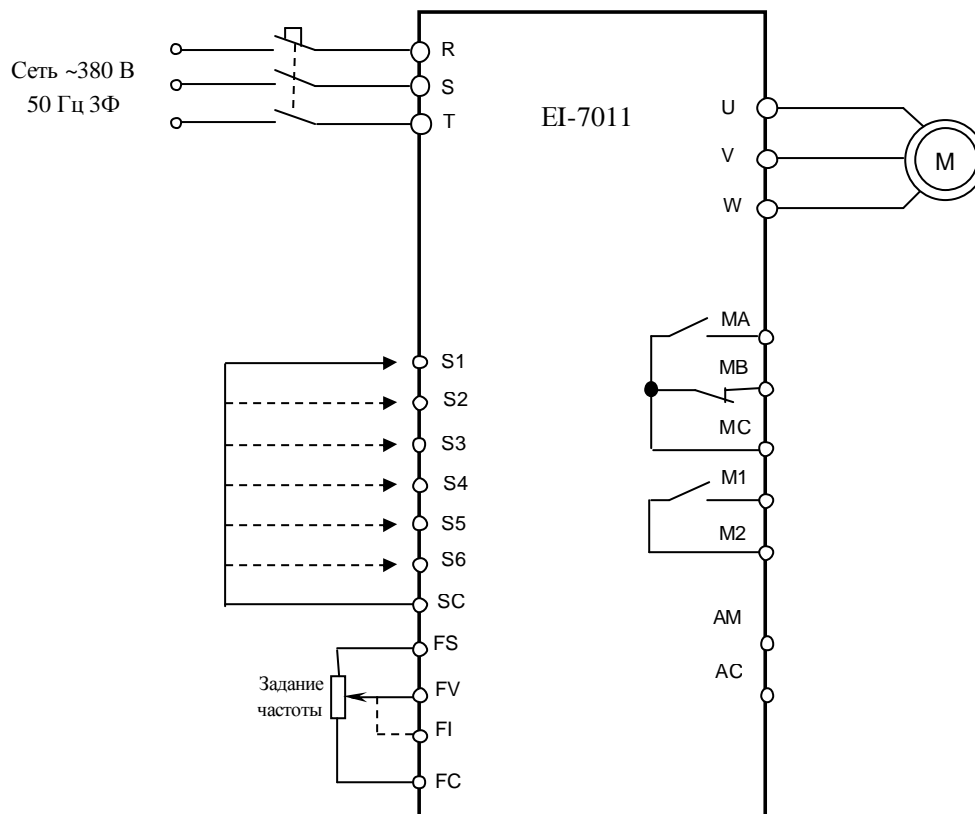

Рис. 4.12. Диагностика входных и выходных цепей управления преобразователя EI-7011.
4.11.1. Подключить электродвигатель к выходным клеммам U, V, W (рис.4.12).
4.12.3. Подключить один из концов проволочной перемычки 3.4.6 (рис. 4.12) к клемме SC. Подключить электродвигатель соответствующей мощности к выходным клеммам U, V, W.